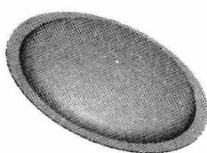
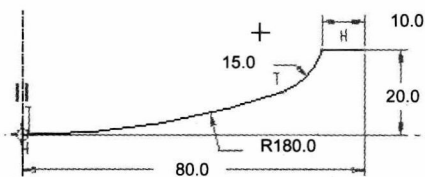

图 1.9 旋转特征 1
图 1.10 截面草图
(1) 选择下拉菜单 **文件** → **新建(N)** 命令。
(2) 系统弹出“新建”对话框，在 **类型** 选项组中选中 ☒ **零件** 单选项，在 **子类型** 选项组中选中 ☒ **钣金件** 单选项，在 **名称** 文本框中输入文件名称 INSTANCE_CUP_COVER；取消选中 ☐ **使用默认模板** 复选框，单击“新建”对话框中的 **确定** 按钮。
(3) 在系统弹出的“新文件选项”对话框的 **模板** 选项组中选择 mmns_part_sheetmetal 模板，单击 **确定** 按钮，系统进入钣金环境。
Step2. 创建图 1.9 所示的旋转特征 1。
(1) 选择 **模型** 功能选项卡 **形状** 节点下的 **旋转** 命令，系统弹出“旋转”操控板。
(2) 绘制截面草图。在图形区右击，从系统弹出的快捷菜单中选择 **定义内部草绘...** 命令；选取 FRONT 基准面为草绘平面，接受系统默认的参考平面和方向；单击 **草绘** 按钮，绘制图 1.10 所示的旋转中心线和截面草图。